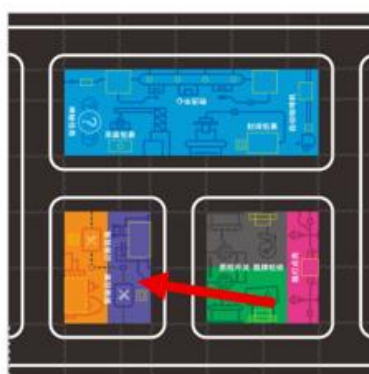

图 2.5.3 小学组及初中组高空救援摆放位置
**小学组及初中组：**该任务点位置固定，位置如图 2.5.3 所示：